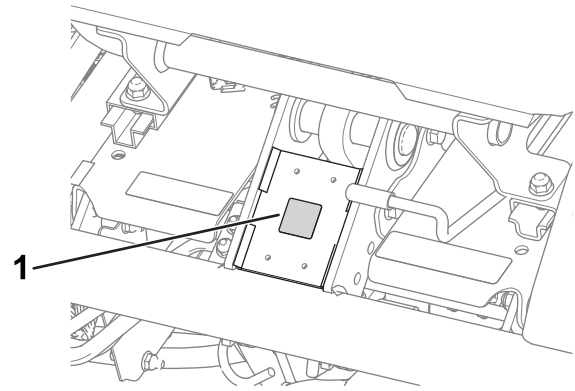

Figura 8
- Aplique la pegatina con la marca CE (Pieza N° 93-7252) al bastidor debajo de la parte delantera del asiento (Figura 8).